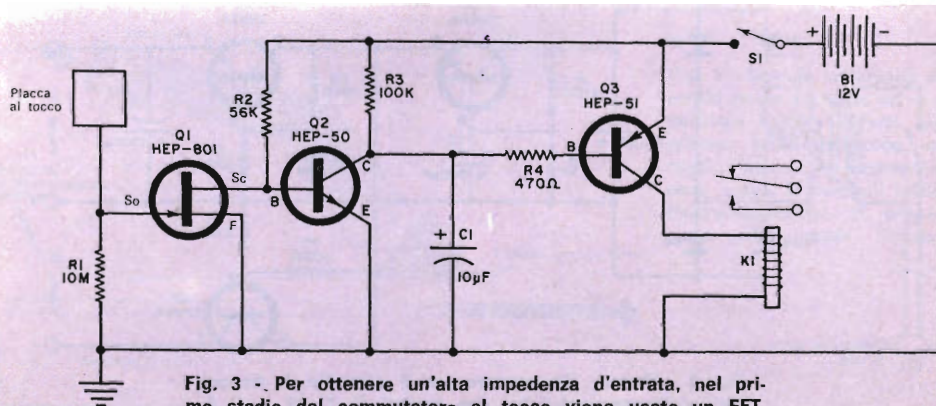

Fig. 3 - Per ottenere un'alta impedenza d'entrata, nel primo stadio del commutatore al tocco viene usato un FET.
**Circuiti nuovi** - Il circuito commutatore al tocco, illustrato nella fig. 3, è stato pubblicato in un bollettino tecnico della Motorola.